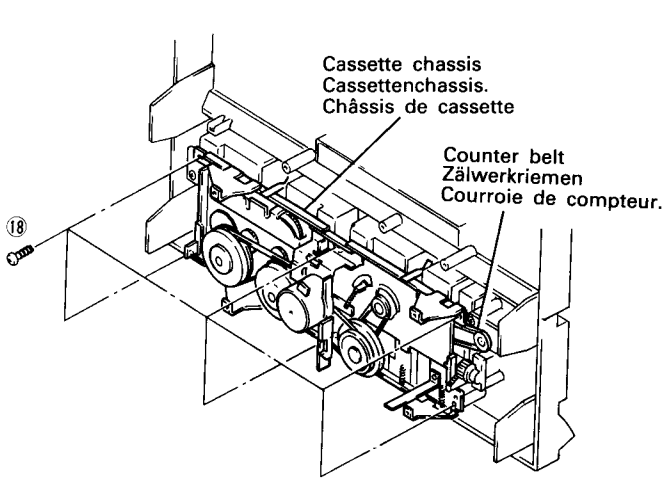

Fig. 17 Abb. 17
18. Cassettenchassis (Abb. 17)
18. Châssis de platine cassette (Fig. 17)